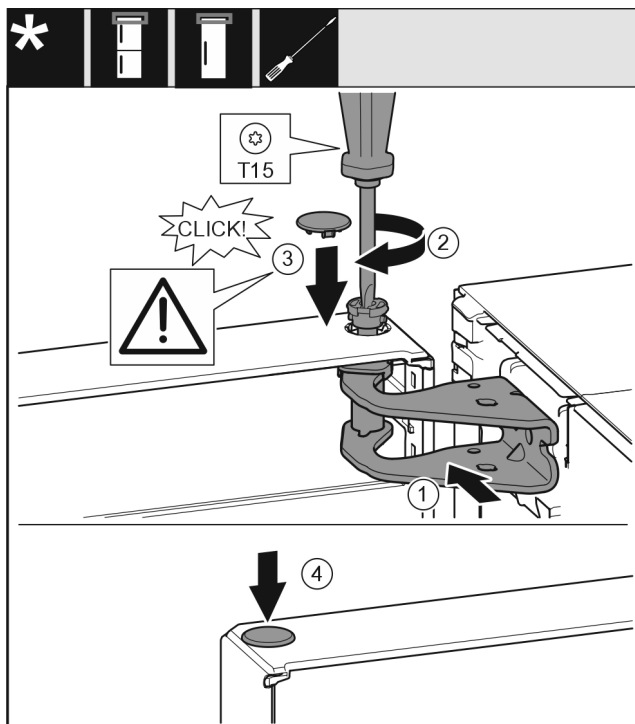

Fig. 19
- ▶ Выровняйте дверь сверху по отверстию в опорном кронштейне. Fig. 19 (1)
- ▶ Вставьте палец и затяните отверткой T15. Fig. 19 (2)
- ▶ Установите предохранительную крышку для защиты двери: Вставьте предохранительную крышку и проверьте, прилегает ли она к двери. В ином случае вставьте палец полностью. Fig. 19 (3)
- ▶ Вставьте заглушку. Fig. 19 (4)